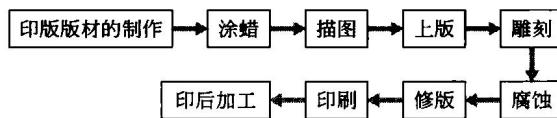

图 1-3 手工雕刻凹版印刷工艺流程
(1) 手工或机械雕刻凹版印刷工艺流程 这种工艺流程主要是采用手工或机械的方式，以金属（主要是铜板和钢板）为板材，在金属板平面上直接雕刻出凹下的图文制成凹版进行印刷。目前的有价证券凹版印刷中，这种工艺流程具有很好的防伪效果，其印刷工艺流程如图 1-3 所示。